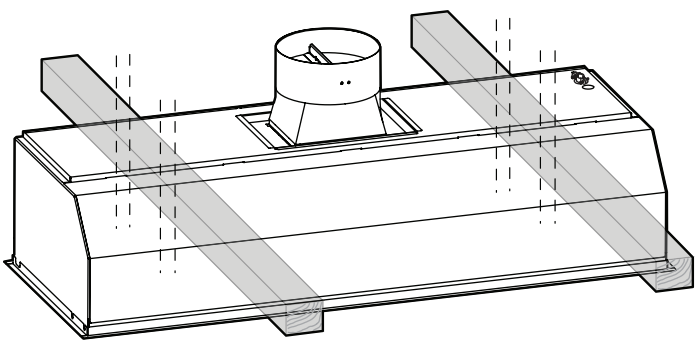

Figure 11 : Vis latérales
- c) Fixez les côtés du boîtier à l'aide de quatre vis de montage 1 po (25,4 mm), comme illustré sur la Figure 11.